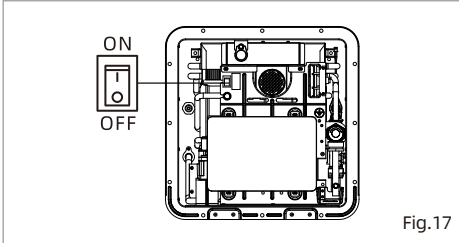

Fig.17
1. Mettez le commutateur d'alimentation (Fig.17) placé devant le chauffe-eau en position « OFF » (Arrêt).